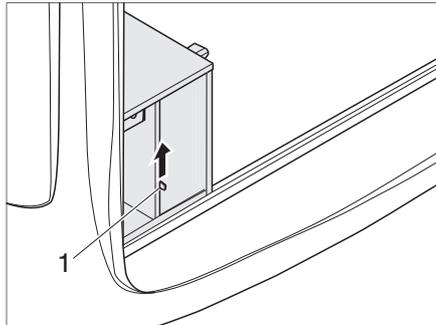

Fig. 73 Bloccaggio del cassetto del fornello a gas
- ▶ Spostare il bloccaggio (Fig. 73,1) verso l'alto.